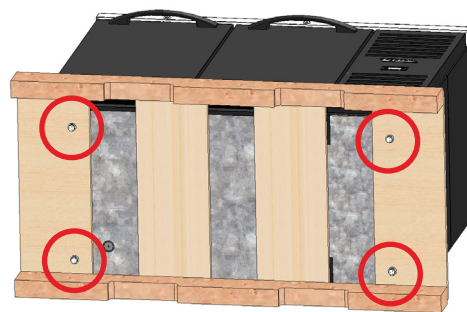

Рис. 2. Расположение транспортных болтов.
2. При помощи разводного гаечного ключа удалите все транспортные болты, при помощи которых деревянный поддон крепится к нижней части шкафа. См. рис. 2.